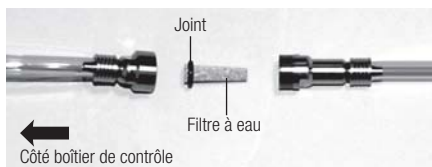

Fig. 26
2) Lorsque le boîtier du filtre à eau est séparé, le filtre à eau peut être enlevé comme l'indique la Fig.26. Remplacez-le avec un nouveau et remontez le filtre en suivant les étapes à l'envers (Fig.26).
Montez le filtre à eau dans le bon sens, comme indiqué sur la Fig. 26.